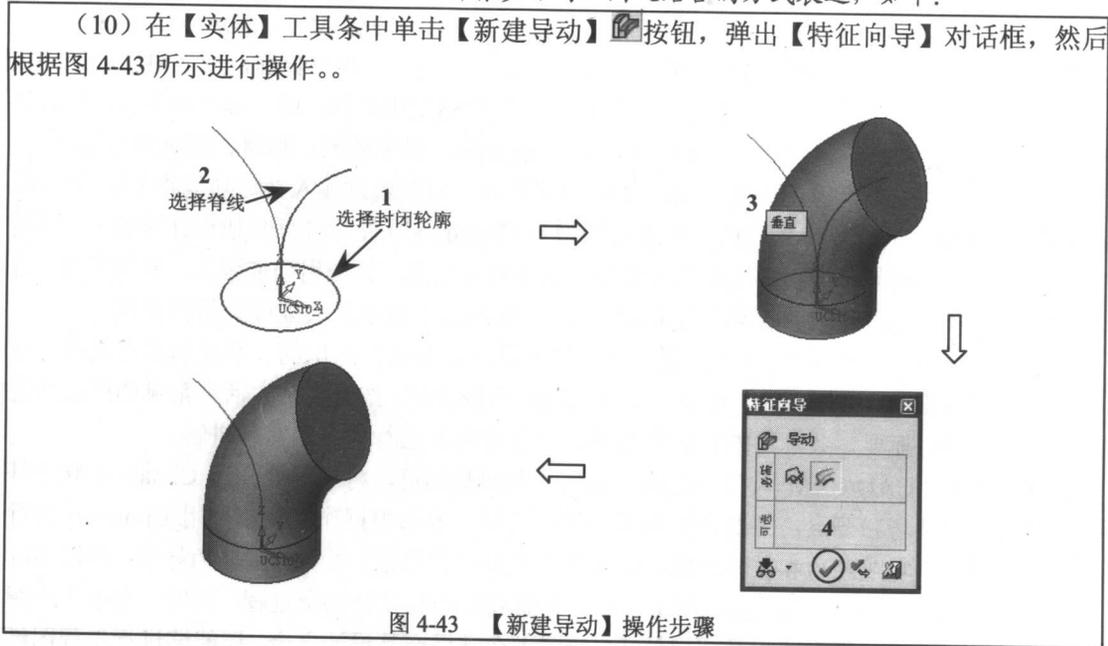

图 4-43 【新建导动】操作步骤
(10) 在【实体】工具条中单击【新建导动】按钮，弹出【特征向导】对话框，然后根据图 4-43 所示进行操作。